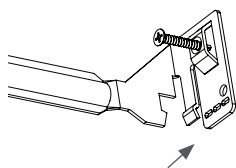

fig. 1 (optionnel)
- a. Si l'épaisseur du plafond est de 19,05 mm (0,75 po) ou plus : Utilisez une pince pour casser les languettes situées à l'extrémité des deux barres de suspension (voir la fig. 1).